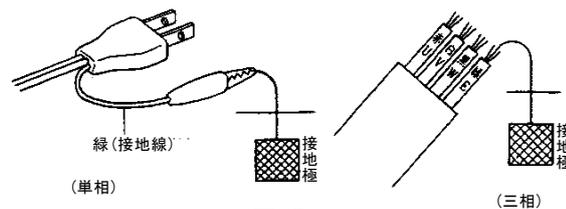

図 7
- 単相の場合は図7のワグクリップを利用して接地してください。
- 三相の場合は図7に示すように四芯のうち緑色の線(ラベルE)を接地してください。また緑色を絶対に電源につながないでください。接地は電気設備技術基準に従って、確実に行ってください。